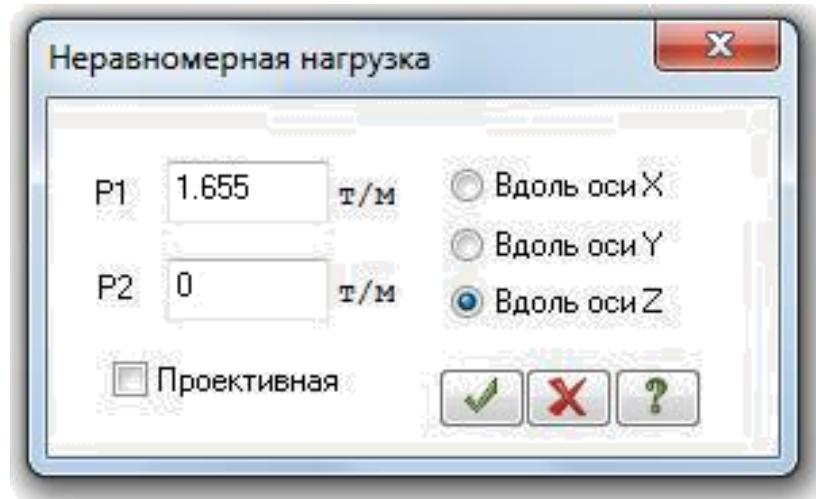

Рис. 2.31. Задание неравномерно распределенной нагрузки
- В диалоговом окне Неравномерная нагрузка задайте следующие параметры P1=1.655т/м, P2=0. Далее нажмите кнопку Применить (рис. 2.31)